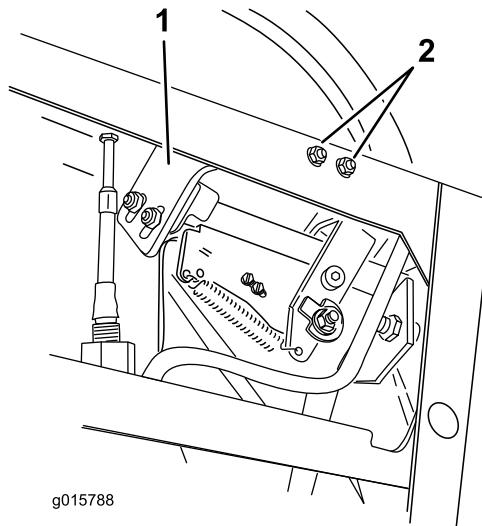

図 6
9. 右側ブラケットとこれについている近接スイッチとを取り外す（図 6）。